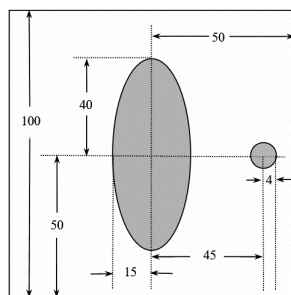

图 2. 模板示意图(单位: mm)
(1) 在正方形托盘上放置两个均匀固体介质组成的标定模板,模板的几何信息如图 2 所示,相应的数据文件见附件 1,其中每一点的数值反映了该点的吸收强度,这里称为“吸收率”。对应于该模板的接收信息见附件 2。请根据这一模板及其接收信息,确定 CT 系统旋转中心在正方形托盘中的位置、探测器单元之间的距离以及该 CT 系统使用的 X 射线的 180 个方向。